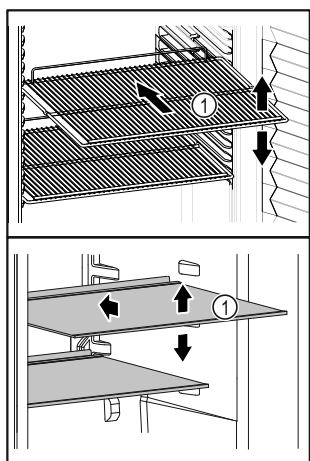

Fig. 20 Représentation à titre d'exemple
- ❑ Si les surfaces de rangement Fig. 20 (1) sont mobiles, les régler en hauteur.